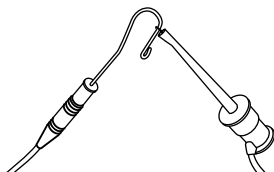

Fig. 8 Attivazione del rilevatore apicale con gancio da labbro e clip per file
2. Per accendere il rilevatore apicale, agganciare la clip per file al gancio da labbro per circa 3 secondi. Vedere la Fig. 8.